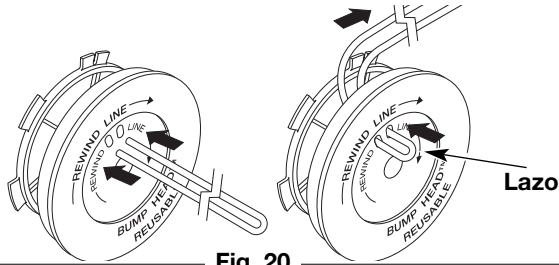

Fig. 20
6. Tome aproximadamente 20 pies (6 m) de nueva línea de corte, enlácela en dos longitudes iguales. Inserte cada extremo de la línea a través de uno de los dos orificios del carrete interior (Fig. 20). Pase la línea a través del carrete interior de modo que el lazo sea lo más pequeño posible.